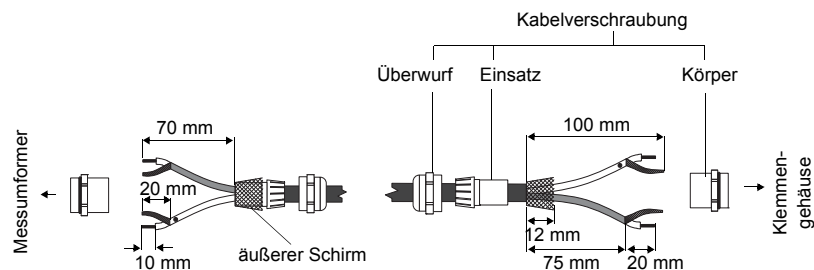

Abb. 6.5: Konfektionierung des Verlängerungskabels
- Öffnen Sie die Kabelverschraubung. Der Einsatz bleibt im Überwurf (siehe Abb. 6.5).
- Befestigen Sie die Kabelverschraubung, indem Sie den Überwurf auf den Körper drehen (siehe Abb. 6.5).